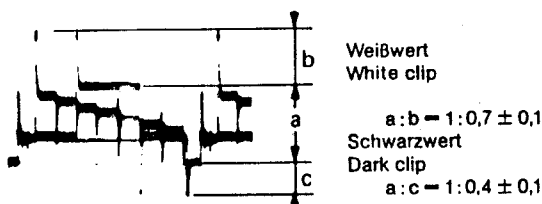

Fig. 5.8 Weiß- und Schwarzwert-Begrenzung
2. Oszillograph an TP 202 (W/D CLIP OUT). Das Signal ohne Spitzen entspricht 100 %. R 256 (WHITE CLIP) so verändern, daß die Weißspitzen 70 % entsprechen (Fig. 5.8).